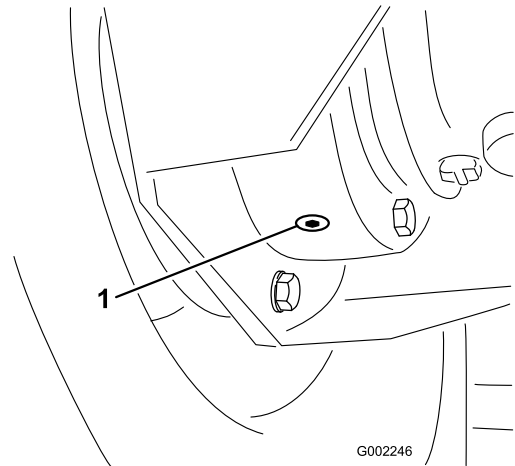

Figure 78
4. Placez un bac de vidange sous le bouchon de vidange intérieur et retirez le bouchon (Figure 78).